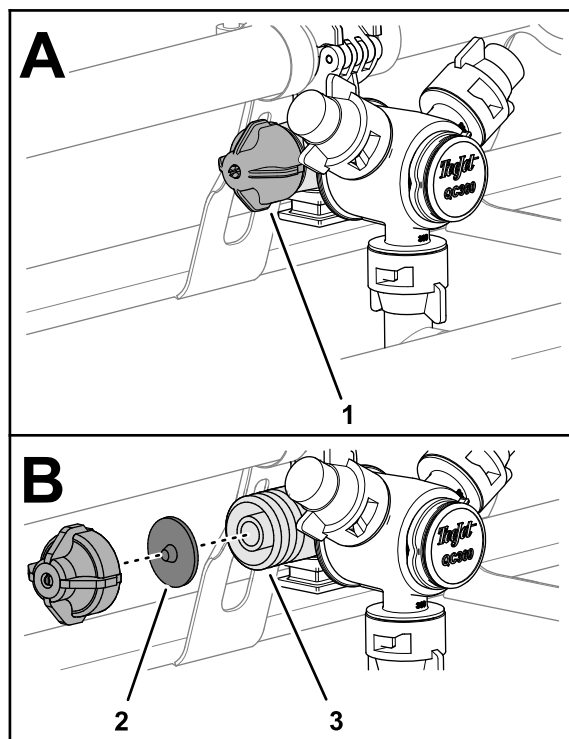

Figura 32
1. Rotiți capacul diafragmei în sens invers acelor de ceasornic și îndepărtați capacul de la corpul duzei (Figura 32).
2. Îndepărtați diafragma supapei de reinere de la capac sau corpul duzei (Figura 32).
3. Curățați cu apă curată capacul, diafragma și corpul duzei (Figura 32).
4. Montați diafragma la capac cu proeminența diafragmei spre capac (Figura 32).
5. Montai capacul i diafragma pe corpul duzei i strângerii manual (Figura 32).